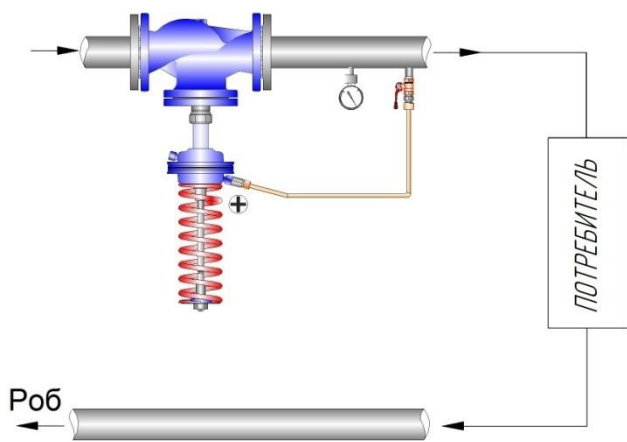

Рис.9 - Включение регулятора УРРД-НО «после себя»
6.1.1. Монтаж регулятора давления «после себя» и «до себя» проводить согласно схеме рис. 9 и 10.
- Подать давление в импульсную линию, соединяющую камеру «+» гидропривода, плавно открыв запорный кран (рис. 9 и 10).